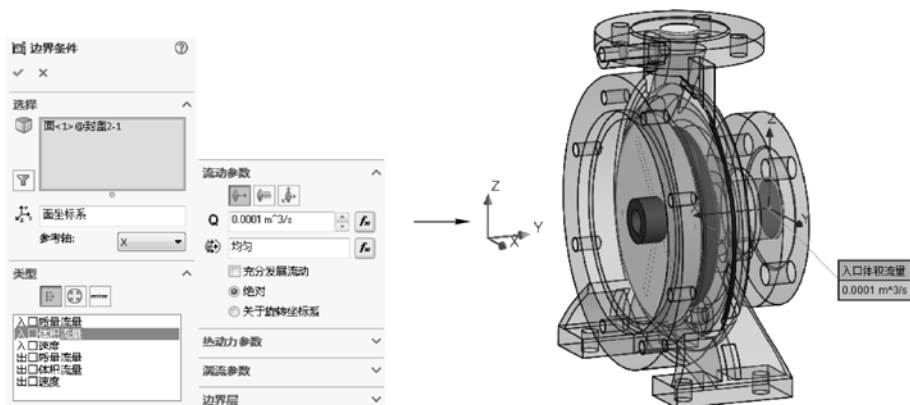

图 12-33 添加入口边界条件
STEP 4 右击“边界条件”项，选择“插入边界条件”菜单命令，选择入口处封盖内表面，添加入口处的边界条件为“入口体积流量”，“流动参数”为 $0.0001\text{m}^3/\text{s}$ ，如图 12-33 所示。